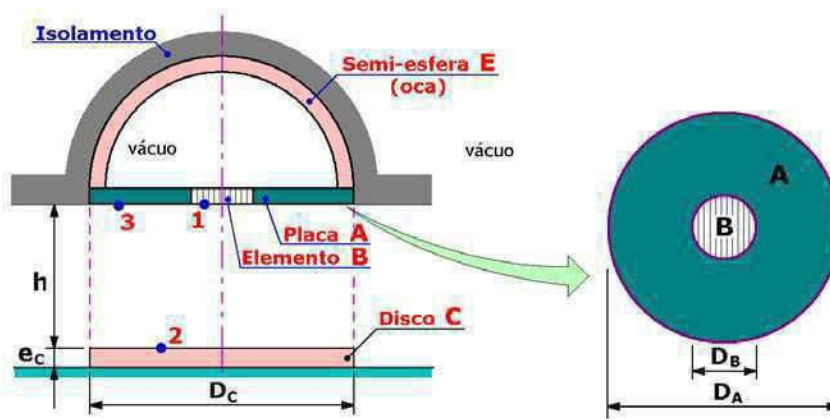

Figura 1
1. O dispositivo que se esquematiza na figura 1, é utilizado no aquecimento de discos com diâmetros iguais a $D_C = 40$ cm e espessuras de 2 cm (e_C), representados naquela figura pelo disco (C). O dispositivo está instalado num espaço onde foi gerado o vácuo, e onde todas as superfícies do espaço se podem considerar corpos negros a 200°C .
- ✓ Uma semi-esfera oca metálica (E) com 40 cm de diâmetro exterior e uma espessura igual a 2 cm, que está termicamente isolada do lado exterior. Na semi-esfera é gerado o calor necessário ao aquecimento dos discos, e no seu interior (oco) foi criado o vácuo.
- ✓ Uma placa refractária (adiabática) com a forma de uma coroa circular (A), cujos diâmetros são iguais a 40 cm (D_A) e 12 cm (D_B). A placa está inserida na base da semi-esfera, como se mostra na figura 1, e a sua superfície exterior atinge a temperatura de 200°C (T_3) podendo considerar-se um corpo negro e essa temperatura.
- ✓ Um elemento aquecedor (B) com diâmetro igual a 12 cm (D_B) e uma emissividade $\varepsilon = \alpha = 0,9$, o qual está centrado com (A) e (C).